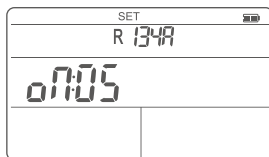

Figura 10 Interface de desligamento automático ativado
- ❗ **off** Desligue a função de desligamento automático (Figura 10)